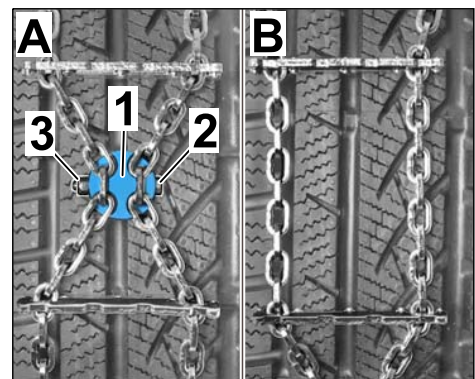

Figura 3
- 1.6.1 "Accorciare" le catene da neve (⇒ Figura 3-A):
- 1.6.2 "Allungare" le catene da neve (⇒ Figura 3-B):